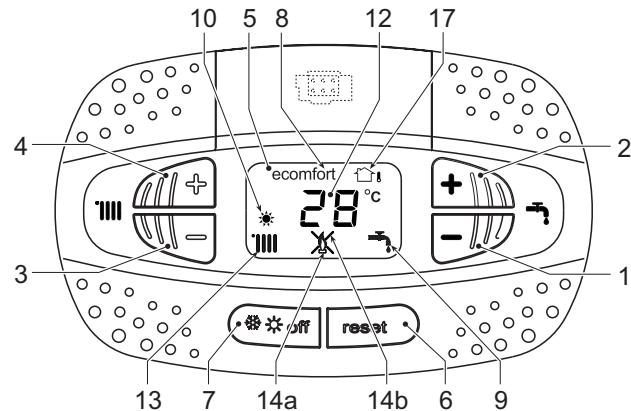

fig. 150 - Pannello di controllo
#### Legenda pannello fig. 150
Il display (part. 12 - fig. 150) visualizza l'attuale temperatura della mandata riscaldamento e durante il tempo di attesa riscaldamento la scritta "d2".
Il display (part. 12 - fig. 150) visualizza l'attuale temperatura d'uscita dell'acqua calda sanitaria e durante il tempo di attesa sanitario la scritta "d1".
La richiesta Comfort (ripristino della temperatura interna della caldaia), è indicata dal lampeggio del simbolo Comfort. Il display (part. 12 - fig. 150) visualizza l'attuale temperatura dell'acqua contenuta in caldaia.
In caso di anomalia (vedi "11.2 Anomalie caldaia") il display visualizza il codice di guasto (part. 12 - fig. 150) e durante i tempi di attesa di sicurezza le scritte "d3" e "d4".
Per spegnere la caldaia, premere ripetutamente il tasto inverno/estate/off (part. 7 - fig. 150) fino a visualizzare i trattini sul display.
Quando la caldaia viene spenta, la scheda elettronica è ancora alimentata elettricamente. È disabilitato il funzionamento sanitario e riscaldamento. Rimane attivo il sistema antigelo. Per riaccendere la caldaia, premere nuovamente il tasto inverno/estate/off (part. 7 - fig. 150).
Premere il tasto inverno/Estate/off (part. 7 - fig. 150) fino a visualizzare il simbolo Estate (part. 10 - fig. 150): la caldaia erogherà solo acqua sanitaria. Rimane attivo il sistema antigelo.
Per riattivare la modalità Inverno, premere 2 volte il tasto inverno/Estate/off (part. 7 - fig. 150).
Agire sui tasti riscaldamento (part. 3 e 4 - fig. 150) per variare la temperatura da un minimo di 20°C ad un massimo di 80°C.
Agire sui tasti sanitario (part. 1 e 2 - fig. 150) per variare la temperatura da un minimo di 40°C ad un massimo di 55°C.
- Portare la caldaia in modo stand-by e premere il tasto Reset (part. 6 - fig. 150) per 10 secondi.
- Il display visualizza 100 ed il testo "co" lampeggiante; premere il tasto "Riscaldamento +" (part. 4 - fig. 150) fino ad impostare e visualizzare 120.
- Dopodiché premere il tasto "Sanitario +" (part. 2 - fig. 150) fino ad impostare 123.
- Premere 1 volta il tasto Reset (part. 6 - fig. 150).
- Il display visualizza tS lampeggiante; premere 1 volta il tasto "Riscaldamento +" (part. 4 - fig. 150).
- Il display visualizza Sc lampeggiante; premere 1 volta il tasto Reset (part. 6 - fig. 150).
- premere il tasto "Riscaldamento +" (part. 4 - fig. 150).
- Premere il tasto Reset (part. 6 - fig. 150) per 10 secondi; la caldaia torna in standby.